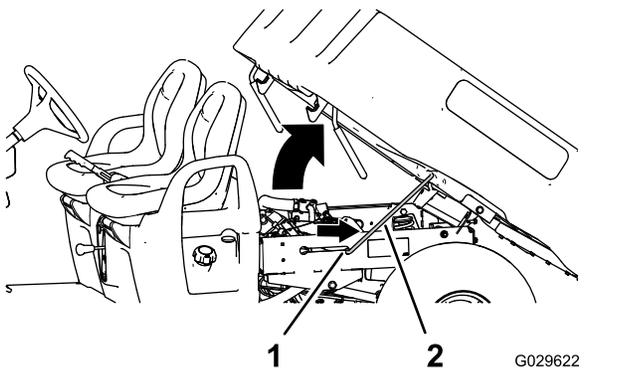

Рисунок 13
2. Введите опорную стойку, удерживающую кузов, в паз, фиксирующий кузов (Рисунок 13).
2. Вытяните опорную стойку из паза с фиксацией (Рисунок 13).
3. Опустите кузов, чтобы он надежно зафиксировался фиксаторами (Рисунок 13).